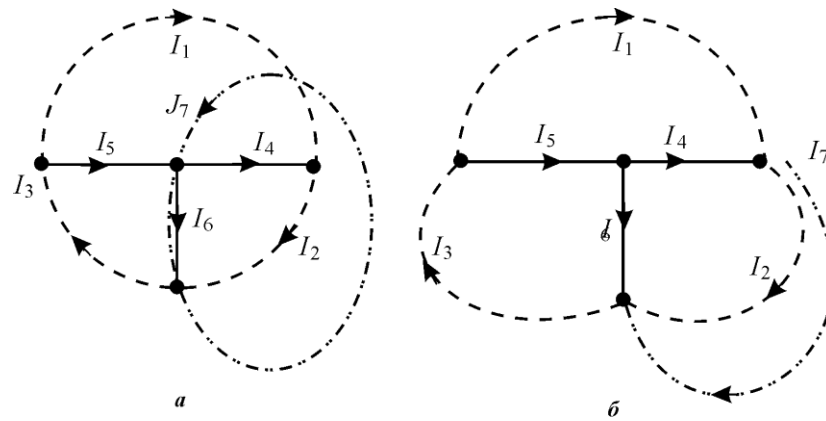

Рис.6. Направленный граф исследуемых электрических схем
1. Изобразить граф-схему (рис.6) и составить электрическую схему. Параметры схемы размещены в таблице.